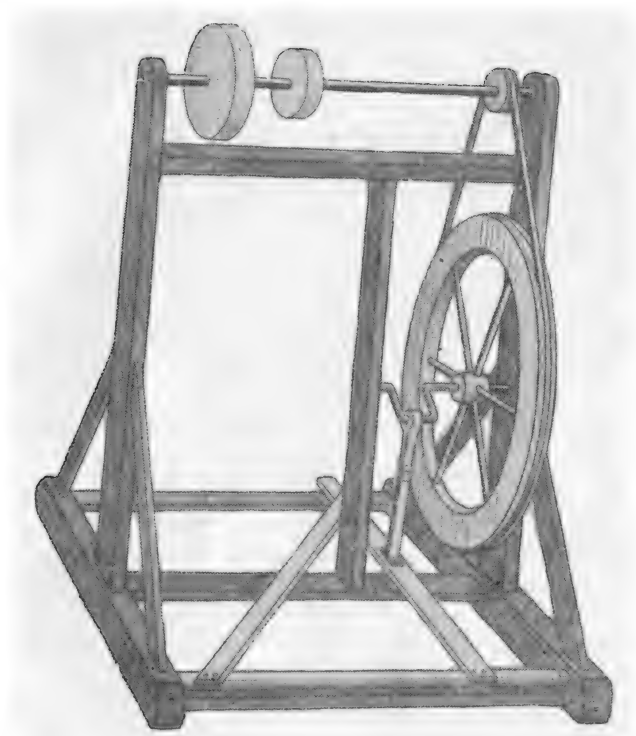

Рис. 215. Точильный станок.
1) рассмотреть и зарисовать устройство педали станка (рис. 215);